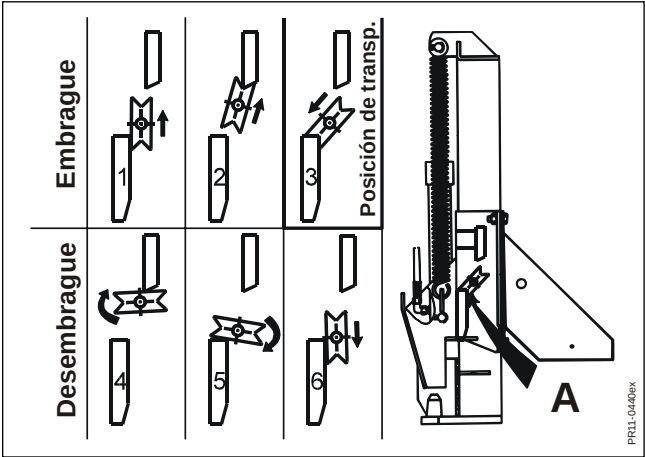

Fig. 3-19
Fig. 3-19 mediante la hidráulica (1) hasta que el trinquete **A** engrane (2). La palanca de control de la hidráulica se devuelve para que el peso del remolque no gravite sobre el cilindro hidráulico sino que se transmita al cierre (trinquete **A**) así cerrando el sistema hitch (3).
Aviso importante: Pos. (3), fig. 3-19 es la única posición permitida al transportar el remolque. Es decir es prohibido conducir con presión en las mangas hidráulicas